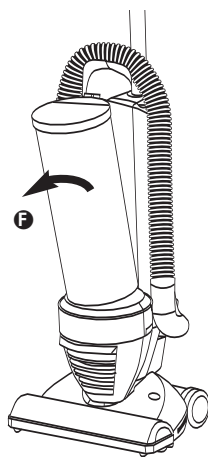

FIG. 11
Step 2: Pull the dust cup **F** away from the main housing (FIG. 11).
Paso 2: Jale el recipiente para polvo **F** en dirección contraria al armazón principal (FIG. 11).